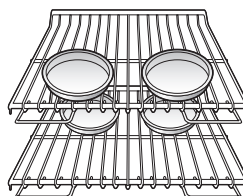

Figura 1
- Si debe utilizar varios estantes en el horno inferior, coloque los estantes en la posición C (un estante) y E (un estante). Coloque las bandejas tal como se muestra en la Figura 1.